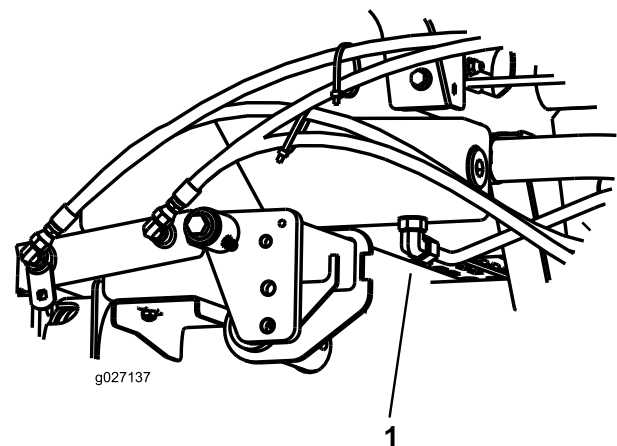

Figura 73
2. Coloque un recipiente grande debajo del acoplamiento situado en la parte inferior del depósito de fluido hidráulico (Figura 73).